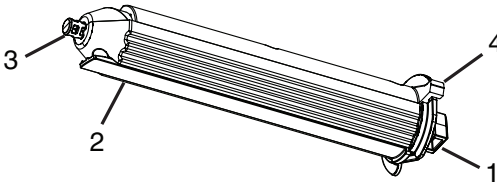

Bild 19, Transferfolienaufwickler
Um den Aufwickler wieder einzusetzen, setzen Sie den Vierkant (**Bild 19, 1**) in die Führung auf der rechten Seite, schieben den Aufwickler etwas nach rechts und führen die Spitze in die Nut auf der linken Seite des Druckers.
- Schieben Sie das Foliende unter die Folienklemme (**Bild 19, 2**) so dass etwa 50mm (2 Zoll) über die Klemme hinausragen.
HINWEIS: Um die Folie zu entfernen, drücken Sie den Aufwickler mit dem Daumenhebel (**Bild 19, 4**) zusammen und ziehen Sie die Folie vom Aufwickler ab.